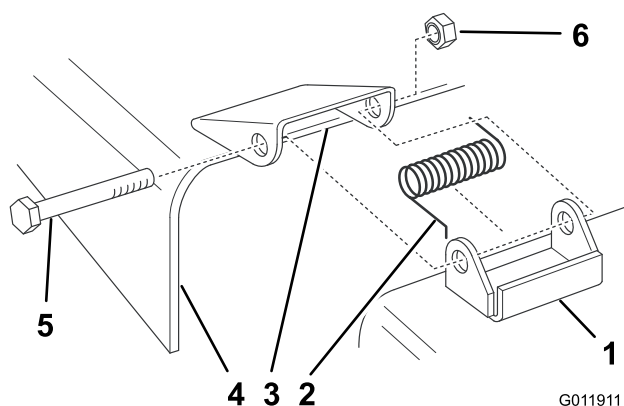

Figure 3
1. Placez les ressorts dans les supports du plateau de coupe, les extrémités crochues engagées sur la partie arrière surélevée (Figure 3).
2. Placez le déflexeur d'herbe en face des trous dans les supports et des extrémités droites des ressorts dans l'espace sous la charnière et au-dessus du déflexeur (Figure 3).
3. Passez les boulons dans le déflexeur, les ressorts et les supports pour fixer le déflexeur au support. Fixez l'ensemble avec les contre-écrous (Figure 3).